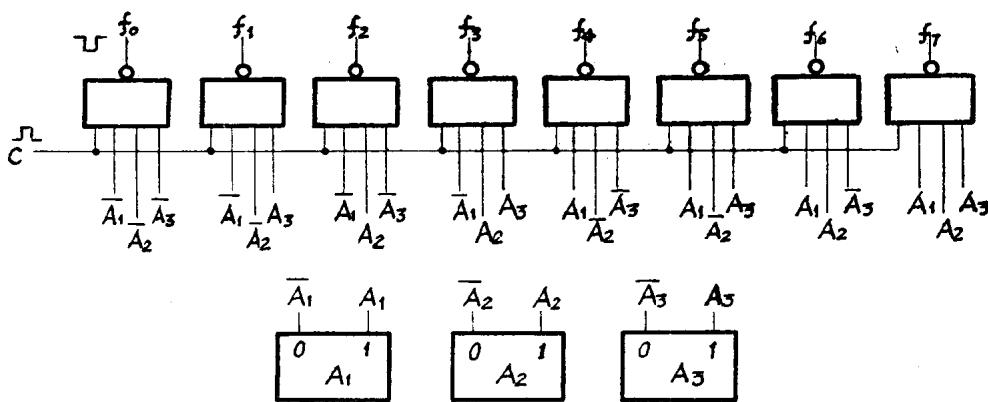

图 10.1.2 三位地址寄存器及译码器
**地址译码器** ADR 将地址寄存器中的地址码转换成相应的控制电位，用这电位选定一根单元选择线并使电流通过该选择线。图 10.1.2 示出三位地址寄存器及其相应的地址译码器。三个地址触发器的六个输出端分别接到地址译码器 ADR 的输入端。译码器由八个与非门组成，每个与非门有四个输入端一个输出端。四个输入中包括三个地址码和一个读、写控制信号 C。